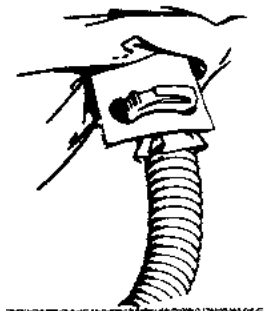

Figure 11
3. Installez la pince de fixation en nylon sur le manchon d'entrée d'air et sur le tube de respiration, en insérant les loquets dans les deux trous situés sur le système d'ancrage en plastique cousu dans la cagoule. Les loquets ne doivent pas être orientés vers le cou du porteur (cf. la figure 11).